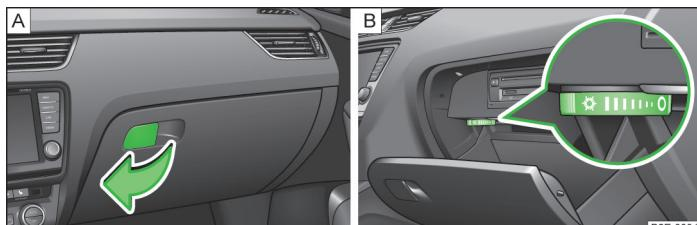

Fig. 72 Abrir el compartimento guardaobjetos / manejar la refrigeración del compartimento guardaobjetos
- Tire del tirador de la tapa en el sentido de la flecha » fig. 72 - A y abátala.
- La entrada de aire se abre o se cierra con el interruptor giratorio » fig. 72 - B.